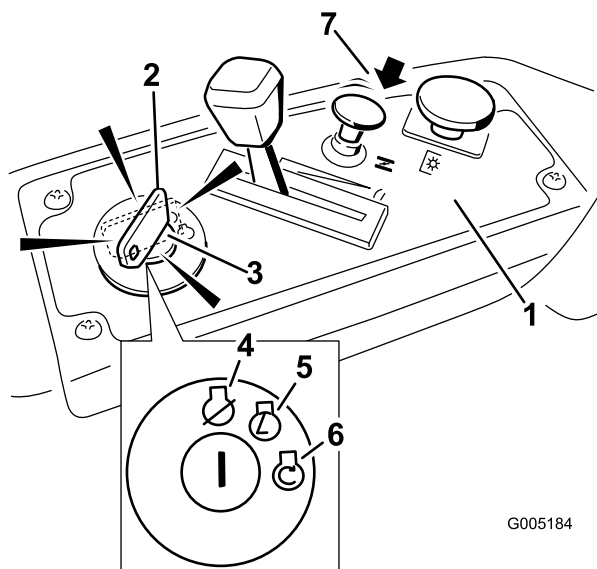

Figura 10
3. Tirate verso l'alto il comando dello starter prima di avviare il motore a freddo (Figura 10).
4. Girate la chiave di accensione in posizione Start per attivare il motorino di avviamento; Rilasciatela quando il motore si accende (Figura 10).
- Dopo l'avvio del motore, premere il comando dello starter (Figura 10). Se il motore si spegne o esita, tirate verso l'alto il comando dello starter e lasciate girare il motore per alcuni secondi. Quindi premete il comando dello starter e spostate la leva dell'acceleratore nella posizione desiderata. All'occorrenza, ripetete il procedimento.
- Posizionate la leva dell'acceleratore tra alta e mezza velocità (Figura 10).